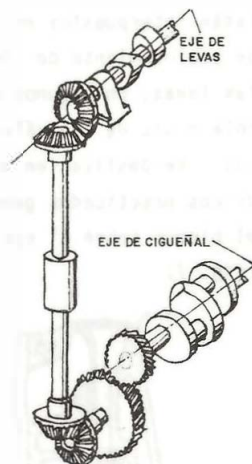

Fig. 5
- b. Con pares de engranajes cónicos (fig. 5).